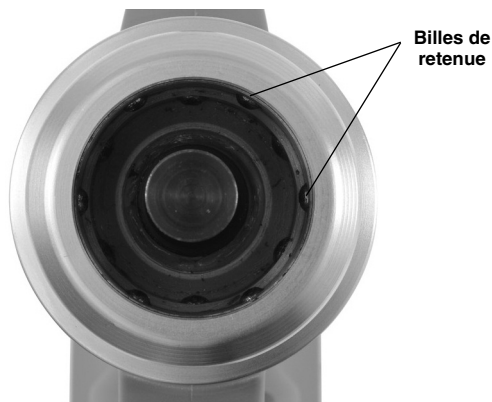

Figure 7 – Intérieur d'un raccord QCS
- Vérifiez que l'ensemble des billes de retenue du raccord QCS sont bien présentes dans leurs logements respectifs et qu'elles sont en bon état. La *Figure 7* montre l'intérieur d'un raccord QCS propre et en bon état.
Orientez l'extrémité du raccord QCS vers le bas et secouez-le délicatement pour en déloger les débris éventuels. Examinez l'intérieur du raccord pour débris résiduels. Une boule de coton peut servir à éliminer les débris éventuels. Ne permettez pas l'encrassement des logements des billes de retenue (Figure 7). Le raccord QCS est lubrifié à vie à l'usine. Ne jamais lubrifier le raccord QCS. Le mandrin QCS est lubrifié à vie et ne nécessite aucune lubrification supplémentaire. Ne jamais lubrifier le mandrin QCS.